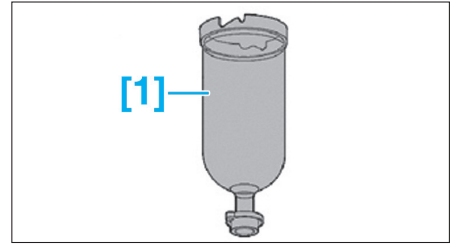

FIG. 35
- [1]. Cylindre de charge (réf : 4520-T) (Fig.35).